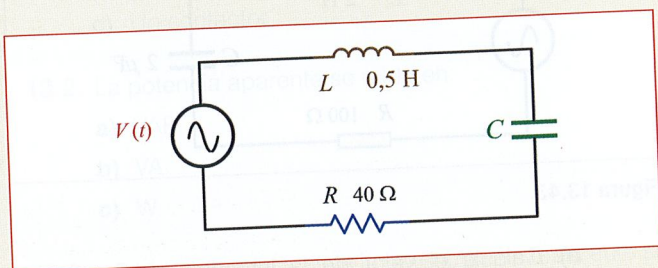

Figura 13.45.
13.6. En el circuito eléctrico mostrado en la Figura 13.45, la tensión del generador es de 200 V eficaces. Si se desea que entre en resonancia para una pulsación de 1.000 rad/s. Determina: